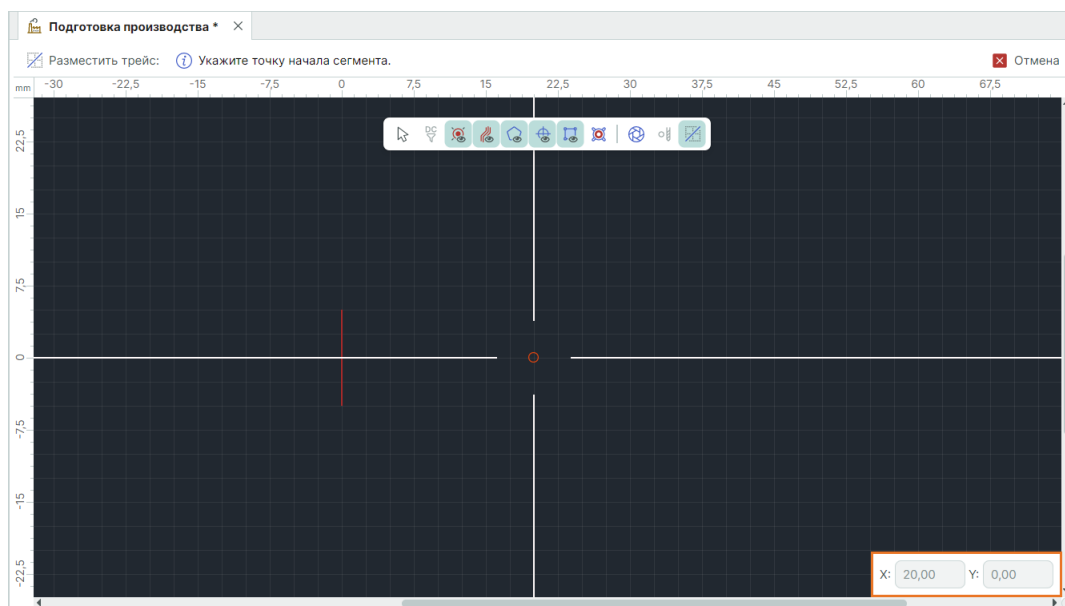

Рис. 217 Ввод координат и перемещение курсора
3. В поля «X» и «Y» введите требуемые координаты. После ввода координат курсор мыши автоматически переместится в заданную позицию (на рисунке для наглядности включено отображение направляющих линий), см. Рис. 217.